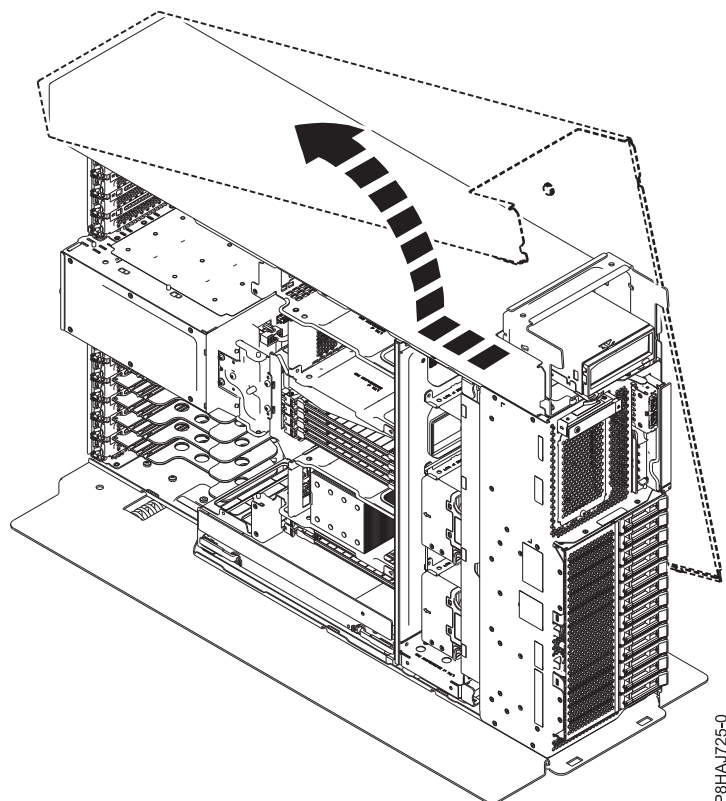

図 79. 8286-41A のサイド・カバーの取り外し
5. サイド・カバーを、図 79 に示されている方向へスライドさせて、システムから外します。